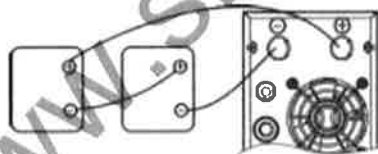

Рисунок 2
2) Последовательное присоединение нескольких аккумуляторных батарей (смотрите рисунок 2):